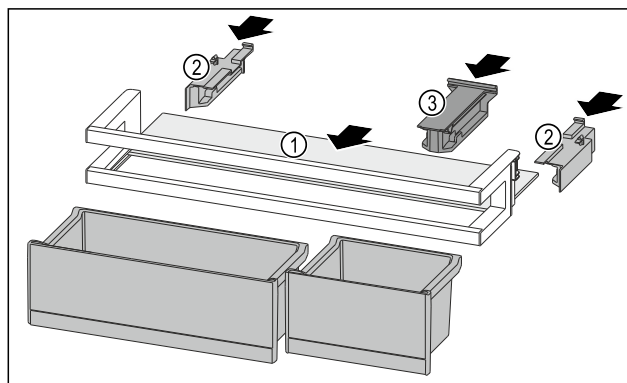

Fig. 205
- Futni raftin mbajtës Fig. 205 (1) në fole të anësore.
- Vendosni pjesët anësore Fig. 205 (2).
- Vendosni pjesën mbajtëse Fig. 205 (3).